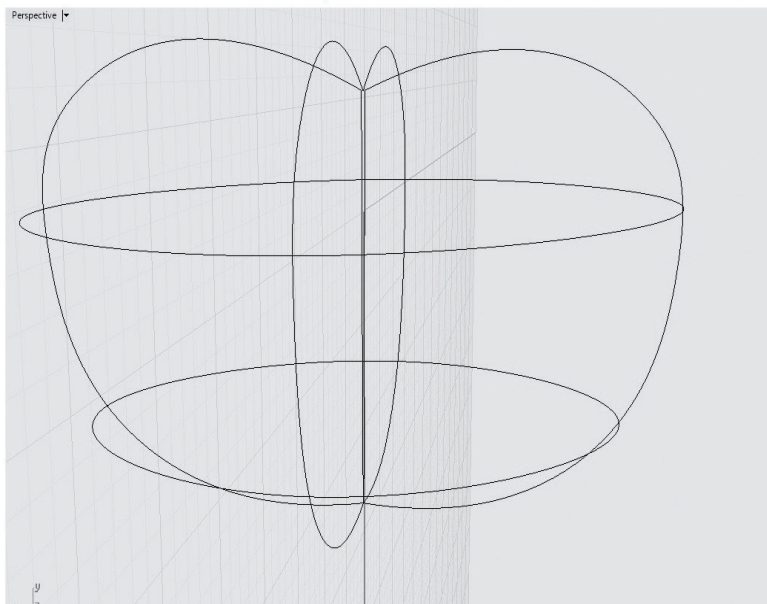

Рис. 52. Сечения будущего яблока
4. В меню Fillet Curves выбираем инструмент Curves from cross section profiles, выделяем все четыре кривые, нажимаем Enter. В командной строке ставим Closed-Yes и рисуем четыре окружности-сечения (рис. 52).